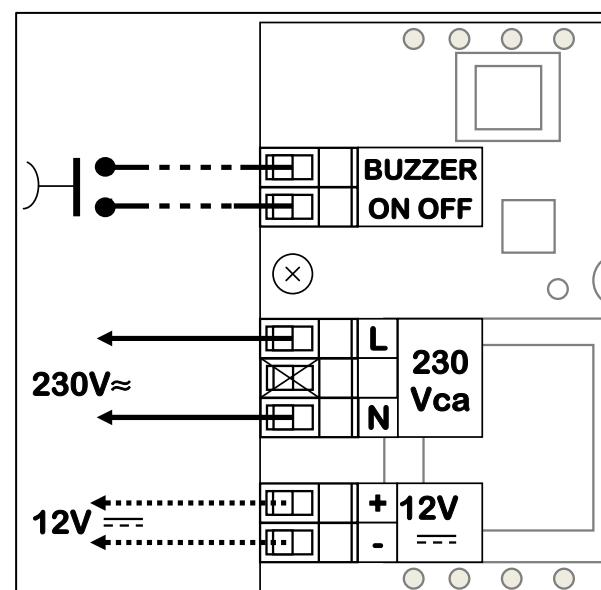

Fig. 2 - Schema di collegamento / Wiring diagram / Schéma
**COLLEGAMENTI ELETTRICI** (**fig. 2**): I morsetti sono ad innesto, è necessario sfilarli per effettuare i collegamenti. Prestare attenzione nel reinserirli dato che sono polarizzati.
**ELECTRICAL CONNECTIONS (Fig. 2):** The terminals are plug-in type, it is necessary to extract them to make the connection. Pay attention when you insert them again, being polarized
**RACCORDEMENTS ELECTRIQUES (Fig.2):** Les borniers sont situés sur la carte et sont de type "brochable", il est nécessaire de les débrocher pour effectuer les connexions. Prêter attention en les réinsérant, étant donné qu'ils sont polarisés.